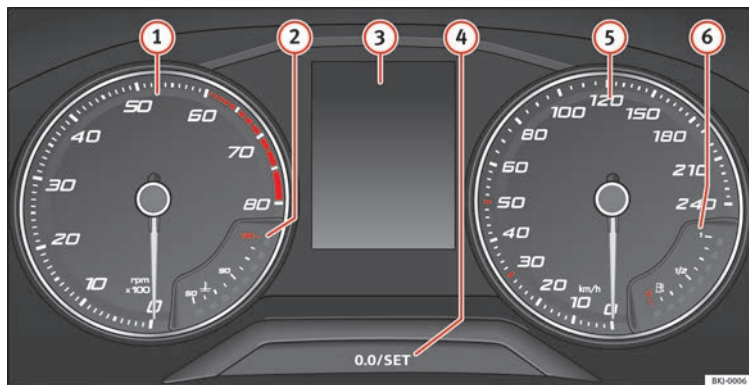

Bild 124 Instrumentpanel, på instrumentbrädan.
Olika typer av information kan visas på instrumentpanelens display » bild 124 ③, beroende på aktuell utrustning:
- Tryck snabbt ner knappen » bild 124 ④ för att återställa färdminnet till 0.
- Håll knappen ④ nertryckt i ca 3 sekunder så visas det tidigare värdet på nytt.
- För att ställa in tiden hålls knappen » bild 124 ④ nertryckt i mer än 3 sekunder för att välja timma eller minut.
- Ställ in korrekt minut genom att trycka på knapp ④. Håll ned knappen för att rulla genom minuterna snabbt.
- Tryck ner knappen ④ igen för att slutföra inställningen av tiden.
Håll knappen » **bild 124**  nertryckt i mer än 15 sekunder för att visa motorns identifieringsbokstäver (MKB). För att göra detta måste tändningen vara påslagen och motorn avstängd.
Varvräknaren visar antalet motorvarv per minut » **bild 124** .
Låt aldrig varvräknarens nål  » **bild 124** gå in i den röda zonen på mätaren i mer än mycket korta perioder. Annars finns det risk att motorn skadas.
Kylmedelstemperaturmätaren **(2)** » **bild 124** fungerar bara med tändningen påslagen. Var vänlig läs följande information om de olika temperaturområdena för att undvika skador på motorn.